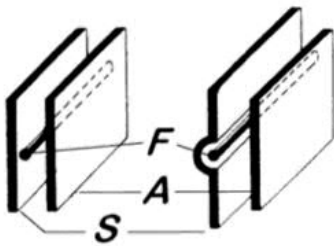

Bild 3: Links die bisher übliche Lage des Heizfadens F zwischen der Steuerplatte S und der Anode A. Rechts die
H. Cohn beschrieb in der "Zeitschrift für technische Physik" [5] ihre Entwicklungsarbeiten. Aus ihren Versuchen erkannte sie, dass die beste Steuerwirkung eintritt, wenn der Heizfaden in einer Ausparung in der Ebene der Steuerplatte angeordnet ist. Dazu gab sie der Elektrode eine "Delle" und nannte die Form "Dellen-Steuerplatte" (Bild 3).